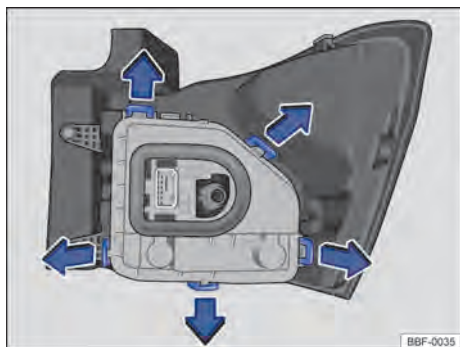

Fig. 190 Lanterna traseira: desinstalar o suporte das lâmpadas
-  Para destravar o suporte das lâmpadas, pressionar cada lingueta de travamento → Fig. 190 no sentido das setas.
-  Instalar o suporte das lâmpadas na lanterna traseira. As linguetas de travamento → Fig. 190 devem encaixar de forma audível.